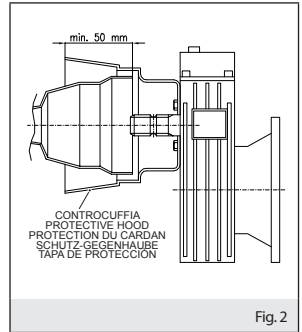

Fig. 2
- la controffia di protezione (fig.2) sia presente integra e ben fissata. La controffia deve coprire la protezione del giunto cardanico per almeno 50mm e deve impedire il contatto accidentale delle mani con organi in movimento.
- the protective hood (fig.2) is attached, in good order and properly anchored. The hood must cover the P.T.O. guard by at least 50mm and must prevent accidental hand contact with moving parts.
- la contre-coiffe de protection (fig.2) est présente, intégrée et bien fixée. La contre-coiffe doit couvrir la protection du joint de cardan sur au moins 50 mm et doit empêcher le contact accidentel des mains avec les organes en mouvement;
- die drei vorgesehenen Verankerungspunkte (Abb.2) perfekt befestigt und mittels der
- los tres puntos de anclaje (fig.2) previstos estén perfectamente fijados y bloqueados con las piezas en equipamiento. Un anclaje no correcto provoca el vuelco de la máquina con grave peligro para el operador.